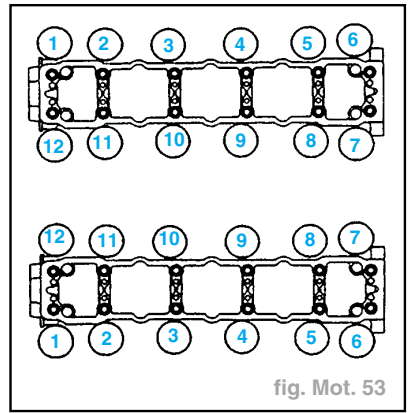

fig. Mot. 53
- Approcher puis serrer progressivement les vis de fixation, dans l'ordre indiqué (de 1 à 12) (fig. Mot. 53).